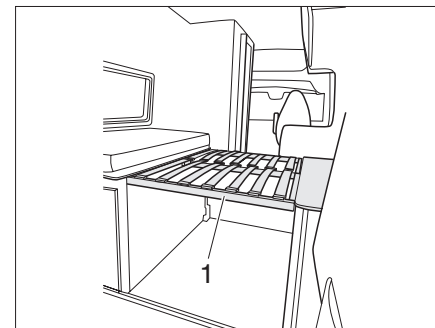

Bild 56 Liegefläche im Heck
- ▶ Lattenrost (Bild 56,1) auf die Auflagen legen.